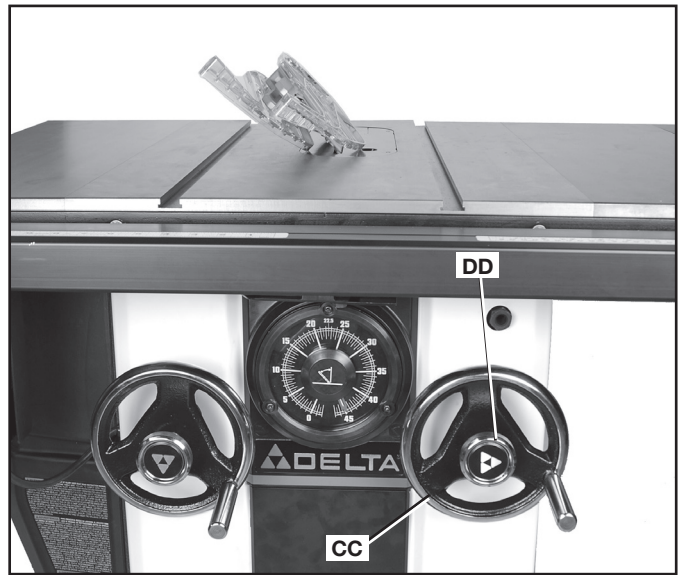
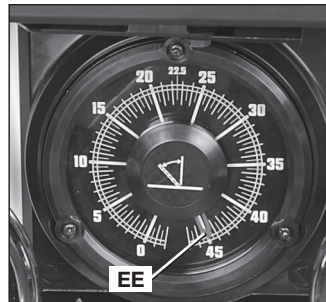

FIG. 23
FIG. 24
Incliner la lame vers la gauche à l'aide du volant de droite (CC) fig. 23.
Pour incliner la lame de la scie, desserrer le bouton de verrouillage (DD) fig. 23 dans le sens antihoraire et tourner le volant (CC). Un pointeur (EE) fig. 24 indique l'angle d'inclinaison sur l'échelle, par incréments d'un demi-degré.